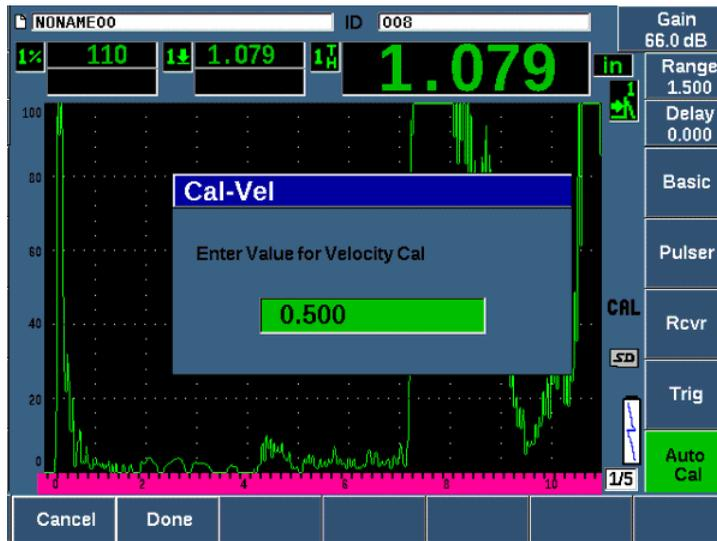

Рис. 9-13 Ввод значения толщины для калибровки скорости
15. Введите известное значение толщины стробированного сигнала (в этом примере 0,500 дюймов или 12,7 мм) и выберите **Done** (Готово) для завершения калибровки (см. Рис. 9-13 на стр 169).